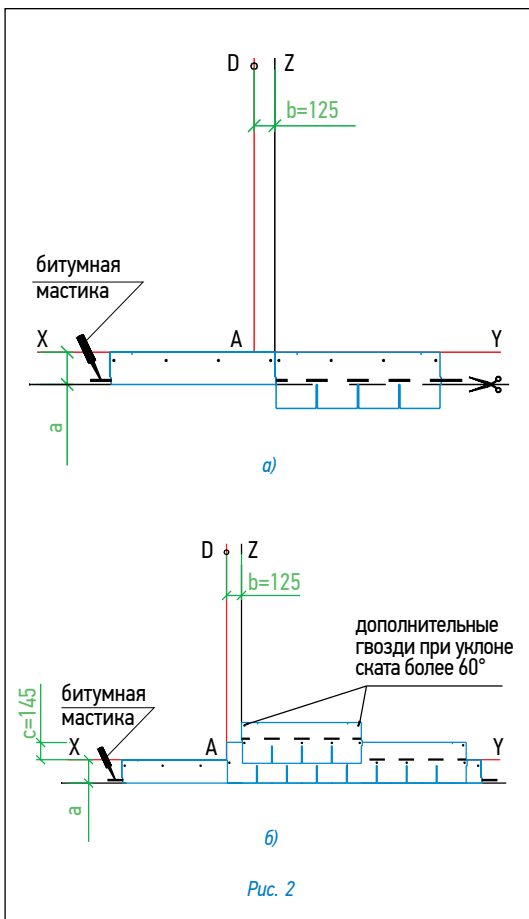

Рис. 2
Укладка материала (рис. 2)
• Начальный ряд формируется из специальной коньково-карнизной черепицы, либо из листов черепицы обрезанных по линии образованной конечными точками вырезов. Элементы начального ряда укладываются по линии карниза в обе стороны от линии Z (рис. 2а) и фиксируются по нижнему краю битумной мастикой, а по верхней кромке 4 гвоздями (ось гвоздей на 5 см ниже верхнего края полосы).
- далее первый ряд черепицы укладывается от линии AD (рис. 2б);
- второй ряд укладывается от линии Z (со смещением 12,5 см от AD) (рис. 2б);
Каждый лист черепицы крепится 5 гвоздями в штатных местах (ось гвоздей на линии битумных клеевых полос) таким образом, чтобы гвоздь прошивал и верхний край нижележащего листа черепицы (рис. 2б).